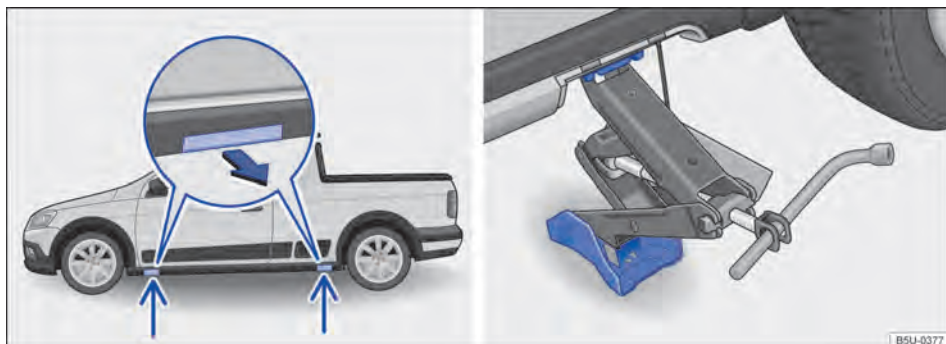

Fig. 171 Pontos de apoio do macaco e macaco posicionado no lado esquerdo traseiro do veículo - veículos com soleiras externas.
O macaco somente pode ser posicionado nos pontos de apoio indicados (cobertura removível) → Fig. 171. É válido o ponto de apoio localizado próximo à roda correspondente → ⚠.
7. Desencaixar a cobertura de acesso ao ponto de apoio do macaco, no sentido da seta → Fig. 171.
9. Garantir que a base do macaco, com toda sua superfície, esteja sobre o chão e que a base se encontre perpendicularmente abaixo do ponto de colocação → Fig. 171.
10. Alinhar o macaco e, simultaneamente, levantar a garra do macaco até ela se encaixar na travessa debaixo do veículo → Fig. 171.
- Posicionar o macaco somente nos pontos indicados. A garra do macaco deve se encaixar no perfil da longarina de forma segura → Fig. 171.